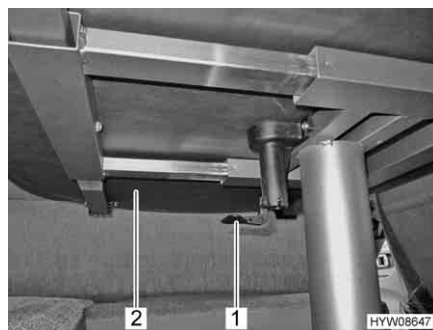

Fig. 43 Leva per spostare il piano del tavolo
- Tirare o spingere la leva (Fig. 43,1) verso il basso.
- Spingere il piano del tavolo (Fig. 43,2) nella posizione desiderata.